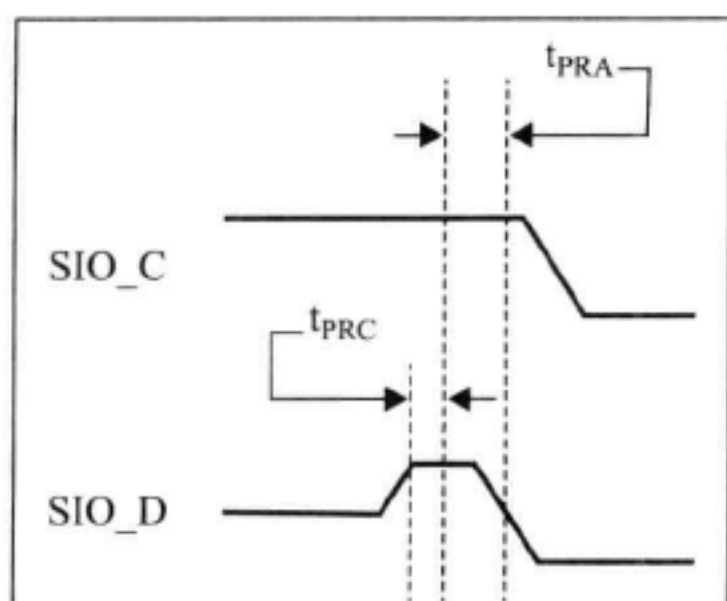

图 23-6 SCCB 起始信号
- 起始信号：在 SIO_C 为高电平时，SIO_D 出现一个下降沿，则 SCCB 开始传输。见图 23-6。